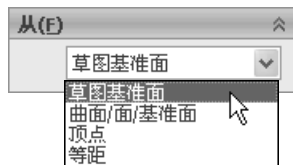

图 3-17 “从 (F)” 选项卡
- “从 (F)” 卷展栏：如图 3-17 所示，该下拉列表用于设置拉伸的起始条件，其意义如表 3-1 中所述，其效果如图 3-18 所示。